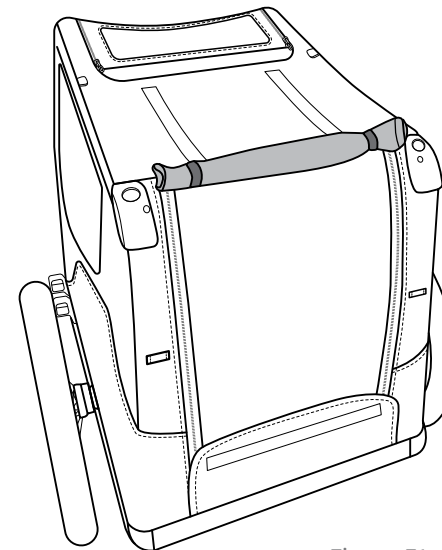

Figure 31
3. La capote de la porte arrière de la remorque peut être enroulée et fixée en insérant les crochets de suspension dans les boucles réfléchissantes à l'emplacement ③ (Figure 31).